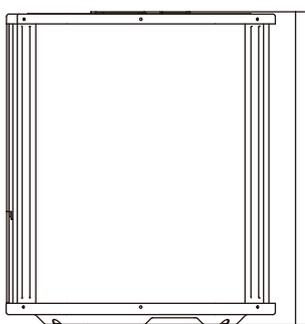

Fig.6-5
- La distance minimale entre l'unité extérieure et les murs spécifiée dans le guide d'installation ne s'applique pas aux pièces hermétiques. Assurez-vous de garder deux des trois directions (M, N, P) dégagées (voir Fig.6-5).